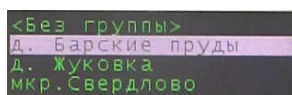

Рисунок 13 - Выбор группы абонентов
- 4.3. В появившемся меню (Рисунок 13) выберите группу абонентов, показания счетчиков которых вы хотите считать. Нажмите кнопку  для подтверждения выбора и запуска считывания показаний.